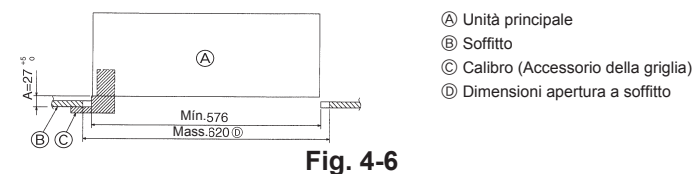

Fig. 4-6
3. Se l'unità principale non può essere allineata contro il foro di montaggio sul soffitto, è possibile rimediare a questo inconveniente tramite un'apertura presente sulla piastra di montaggio. (Fig. 4-6)